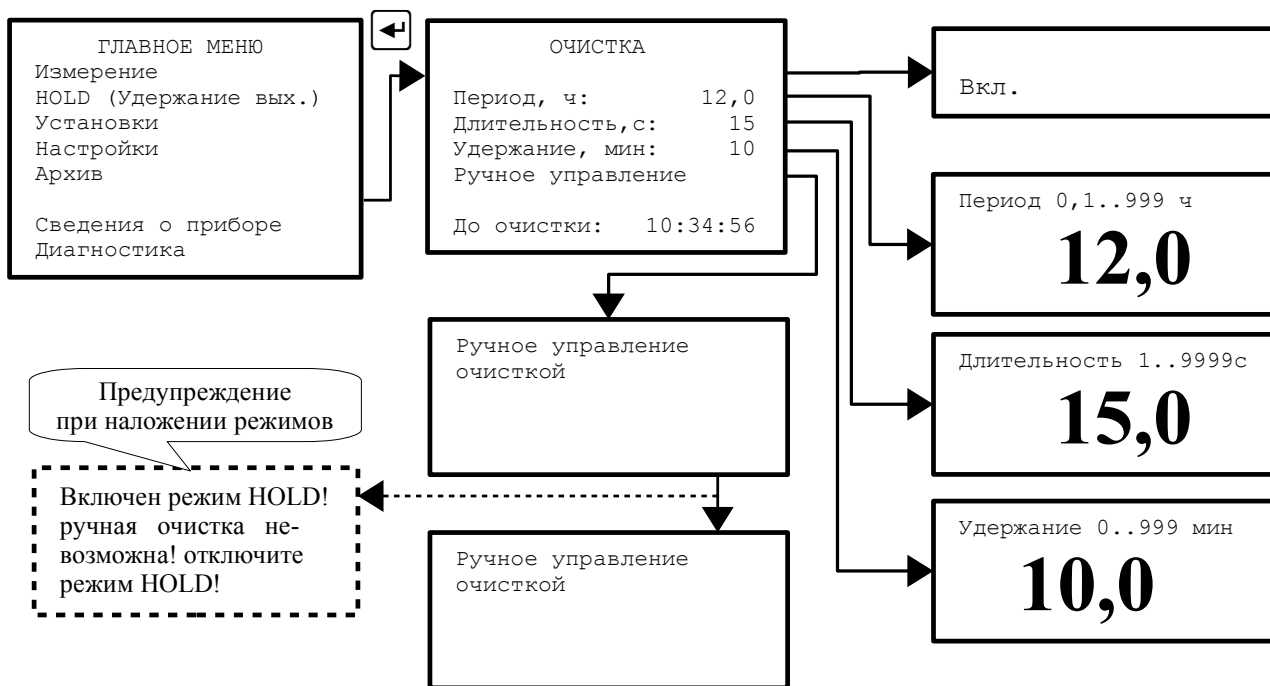

Рисунок 23 - Установка параметров режима очистки
**3.3.7.1** Режим очистки (смотри Рисунок 23) предназначен для управления устройством воздушной, струйной, ультразвуковой или другими видами очистки датчиков путём включения исполнительного реле (реле № 4).
**3.3.7.5** Управление работой исполнительного реле возможно в режиме ручного управления (Рисунок 23). После выхода из режима ручного управления